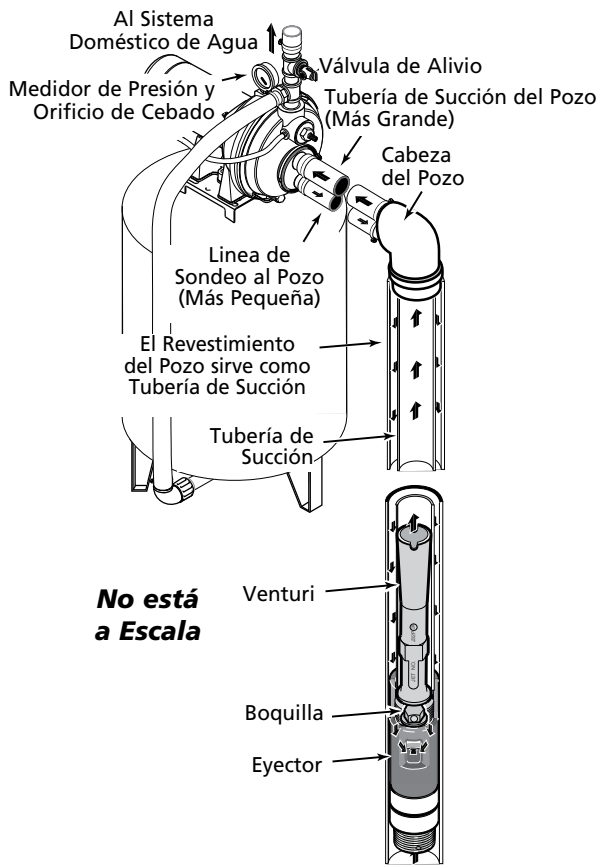

Figura 9 – 2 pulg. (Tubo Sencillo) Pozo Profundo
## De un pozo nuevo profundo pozo de 2" (Figura 9)
2. Arme el paquete de eyector Berkeley modelo BK4840 (se vende por separado), la tubería del pozo y el adaptador de la cabeza del pozo siguiendo las instrucciones incluidas en el kit de eyector (Vea la Figura 9). Utilice tubo galvanizado de caída con juntas invertidas para lograr un flujo adecuado. Siga las instrucciones incluidas en el kit para ajustar la boquilla y el venturi a las condiciones de su pozo.